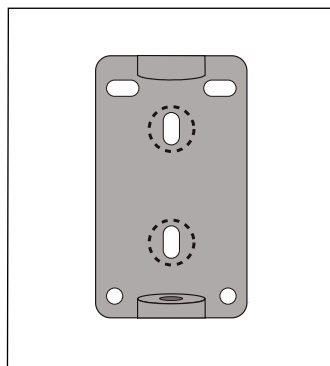

Figure 1
1. Marquez les trous de fixation sur le mur en utilisant le support de fixation du distributeur comme guide. (Voir Figure 1)